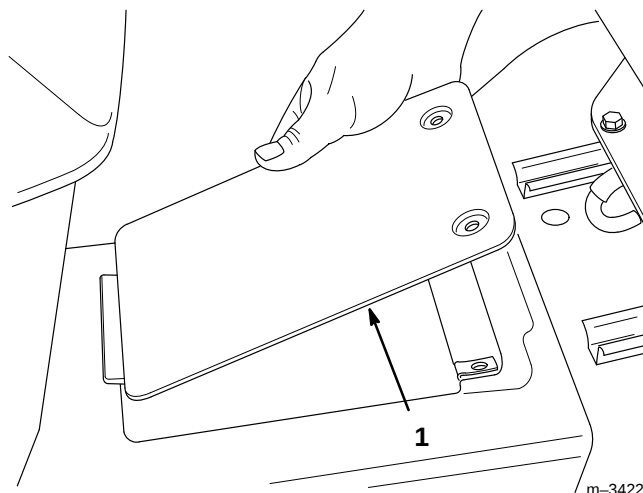

Abbildung 30
3. Die Antriebswellen-Wartungsabdeckung am Traktortunnel neben dem Sitz öffnen, indem die beiden Befestigungsschrauben losgeschraubt werden und dann die Abdeckung angehoben wird (Abb. 30).